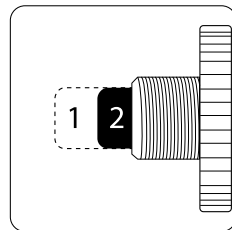

рис. 6
Предохранитель цепи постоянного тока (13) (рис. 6) автоматически отключает питание в том случае, если нагрузка превышает номинальную мощность генератора.